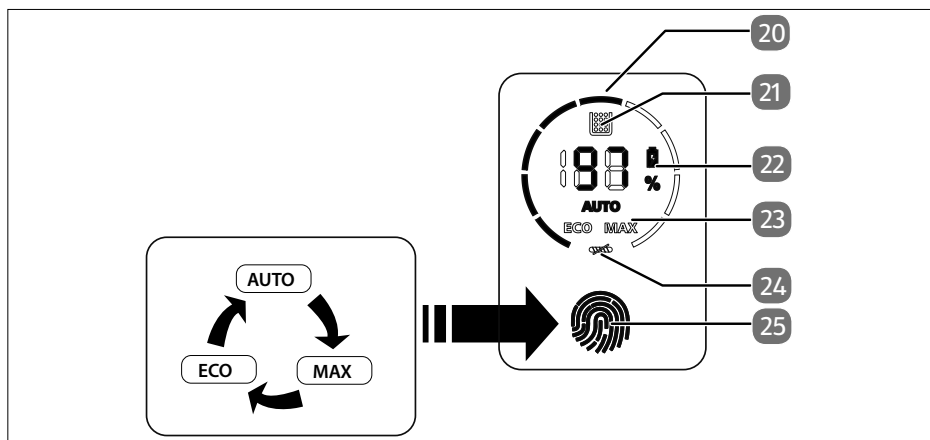

Abb. 2 – Bedienelemente
2. Schalten Sie den Staubsauger ein, indem Sie den Ein-/Ausschalter (21) drücken und halten. Arretieren Sie den Ein-/Ausschalter durch Drücken der Arretierungstaste (22).
4. Berühren Sie das Bedienfeld (20), um den Funktionsmodus **Auto**, **Max** oder **Eco** einzustellen (**siehe Abb. 2**).